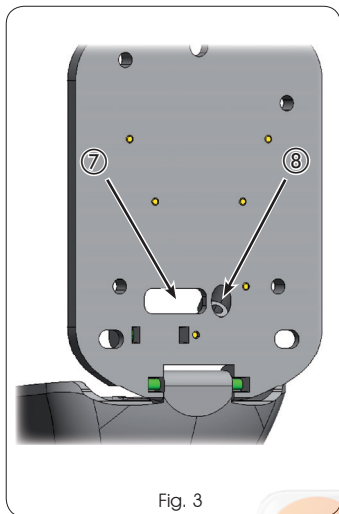

Fig. 3
2. In Fig. 3 è mostrato il retro del dispositivo evidenziando l'asola per il passaggio dei cavi elettrici (rif. 7) e l'alloggiamento per il cavo di trazione per lo sbocco manuale (rif. 8);
- Fig.3 shows the rear of the device, indicating the slot for routing the electric cables (ref. ⑦) and the housing of the traction cable for manual release (ref. ⑧);